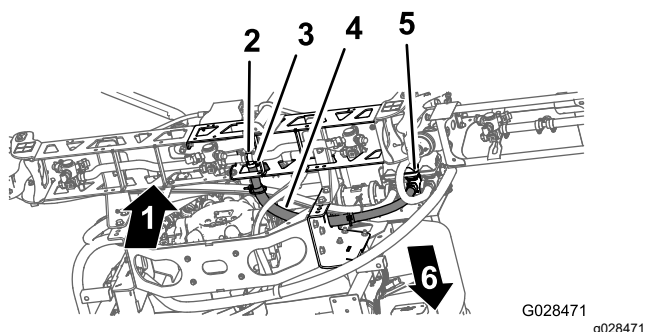

Figura 42
1. Pozați furtunurile din secțiunea centrală a brațului așa cum se indică în Figura 42.
2. Instalați furtunul din secțiunea brațului peste fittingul în T inelat de la secțiunea centrală a brațului și fixați furtunul cu un colier de furtun (Figura 42).